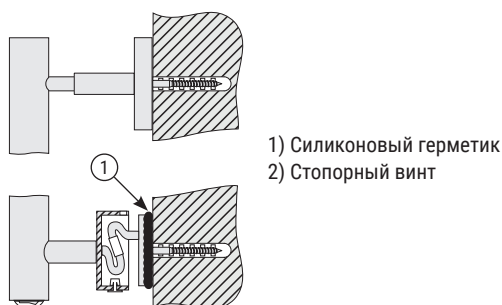

Рис.3
- 4.11. Произвести «черновой» монтаж ЭПС, используя стопорные винты, с максимальным вылетом от стены (рис. 3).
- 4.13. Заправить провода в коробку (рис. 3).
- 4.14. Произвести герметизацию шва силиконовым герметиком по контуру примыкания коробки и стены (рис. 3).